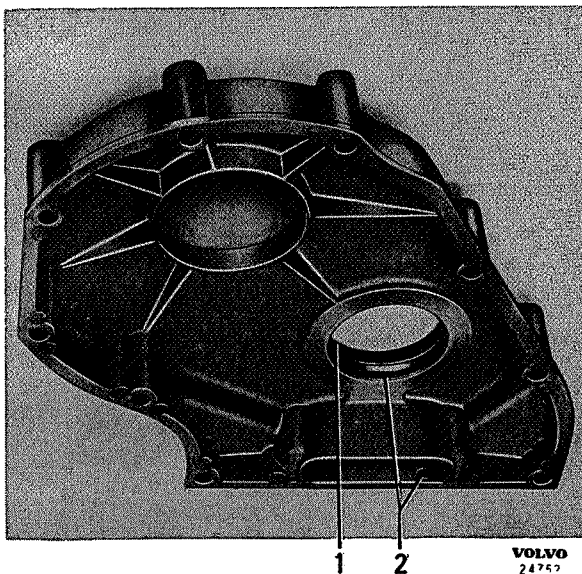

Fig. 2-44. Distributiedeksel
4. Let erop of de pakkingen in goede staat verkeren en dat het terugloopgat aan de binnenkant van het distributiedeksel dat gemonteerd moet worden open en schoon is; zie Fig. 2-44.